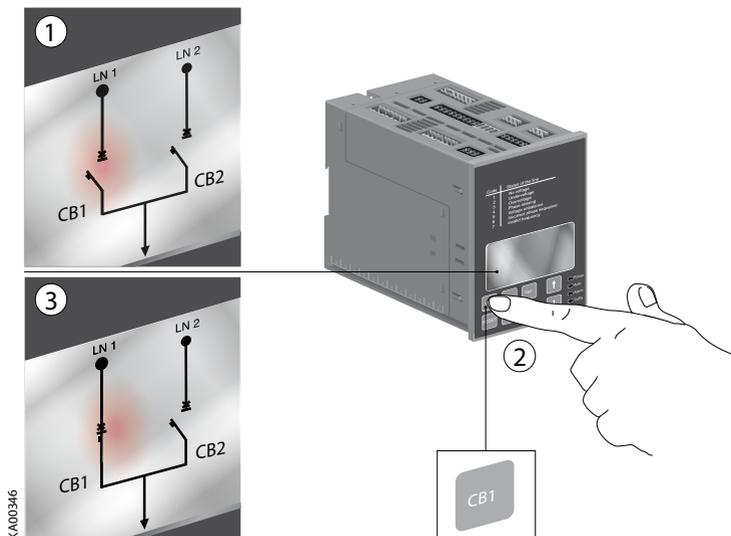

Figura 4.2 Selezione della linea di alimentazione tramite ATSpr in funzionamento manuale
- b. Quando viene premuto il tasto CB1 (vedi Figura 4.2/②), l'interruttore CB1 va in posizione di chiuso (LED CB1 ON, LED LN1 ON, vedi Figure 4.2/③) e l'interruttore CB2 sarà in posizione di aperto. Se l'interruttore CB1 è già in posizione di chiuso, premendo il tasto CB1 si apre l'interruttore CB1.